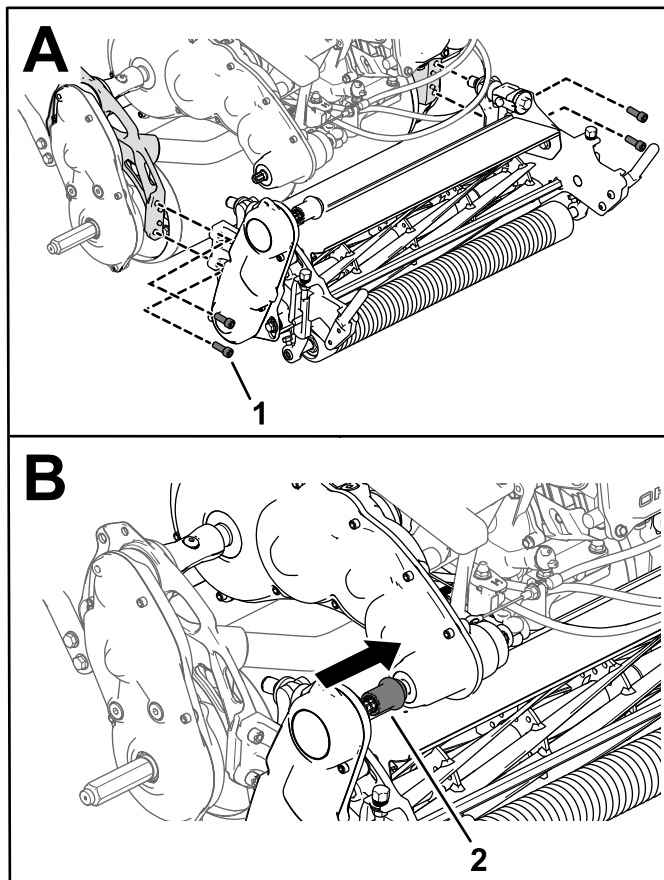

Figura 47
3. Use 4 parafusos de cabeça cilíndrica para prender a unidade de corte à estrutura (Figura 47).
4. Deslize o acoplador da unidade de corte no eixo de transmissão (Figura 47).